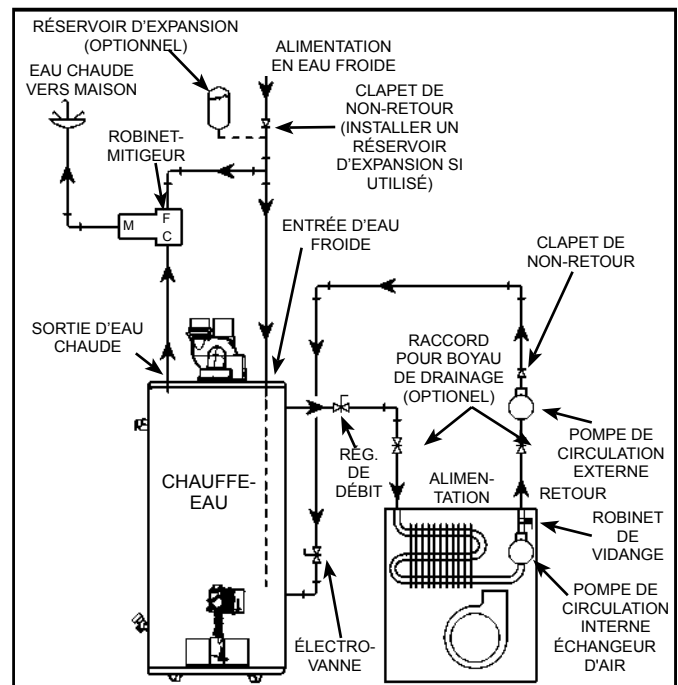
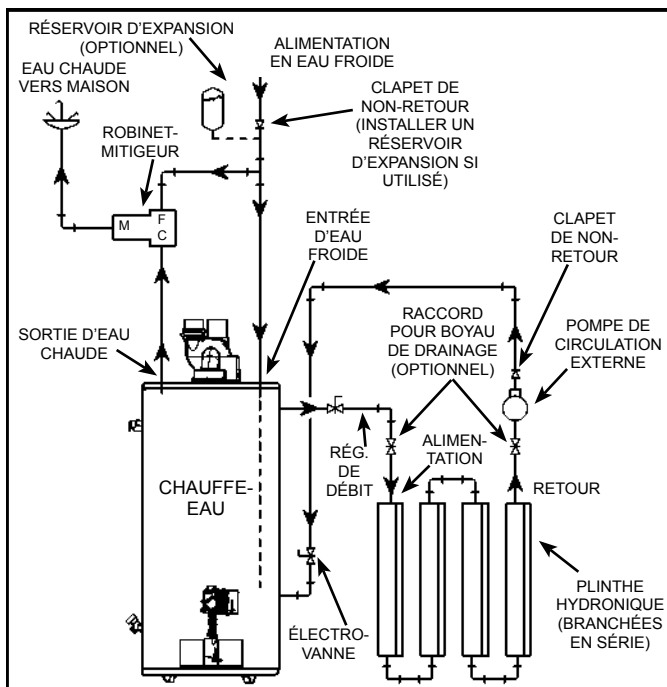

Figure 14
Figure 15
8. Les systèmes de chauffage combiné fonctionnent à une température plus élevée que les systèmes réguliers. Dans ce cas, il faut prendre certaines précautions, comme installer une vanne thermostatique sur la canalisation d'alimentation en eau chaude, afin de réduire la température de l'eau du système et ainsi réduire les risques d'ébullantage (voir Figure 14 et Figure 15).
- A. Une fournaise munie d'un échangeur d'air approprié (Figure 14).
- B. Une boucle de chauffage avec plinthe hydronique à ailettes ou chauffage radiant sous le plancher (Figure 15).